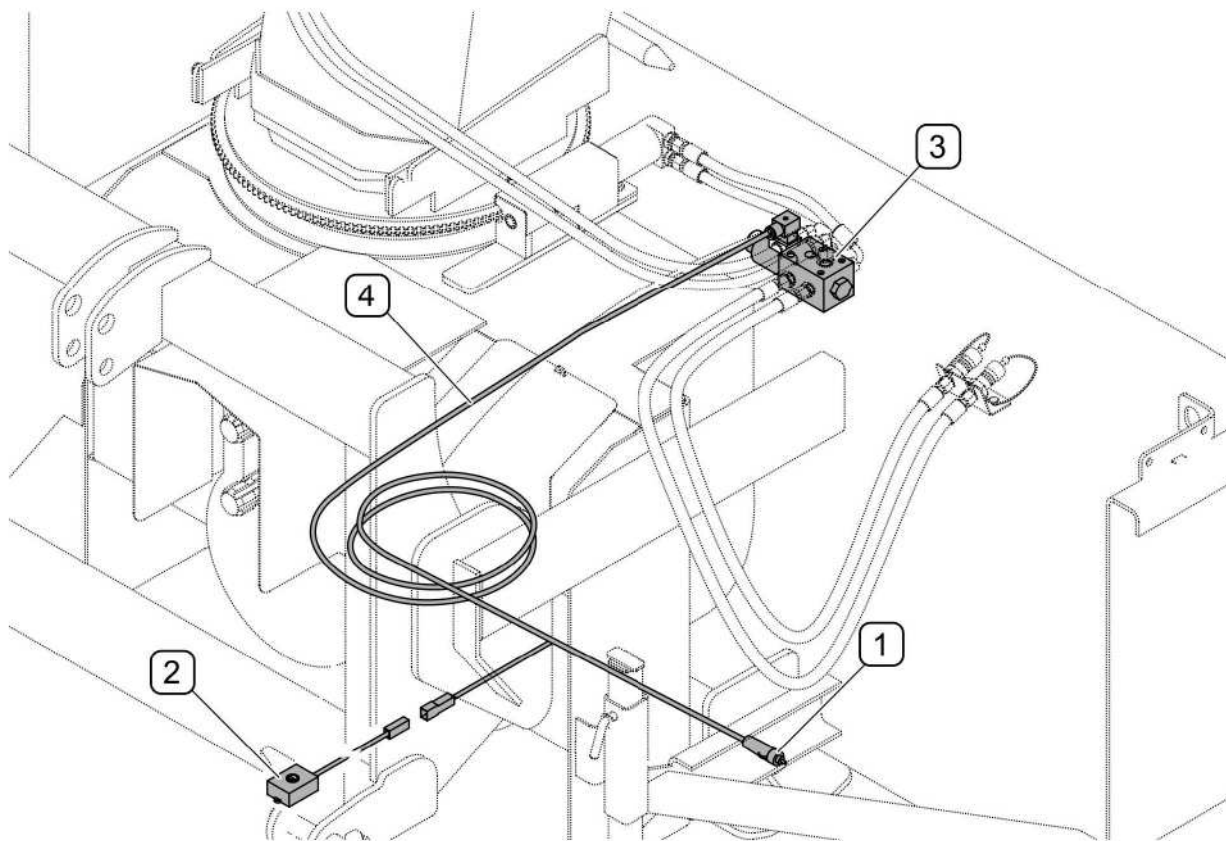

РИСУНОК 3.6 Устройство электрической системы
Электрическая система роторного снегоочистителя (РИСУНОК 3.6) состоит из провода (4), законченного штекером гнезда прикуривателя (1) и переключателем (2) для включения питания гидравлического электроклапана управления выбросным метателем. После подсоединения штекера (1) к гнезду прикуривателя можно при помощи переключателя (2) изменять гидравлическое управление вращением на подъем и опускание метателя.